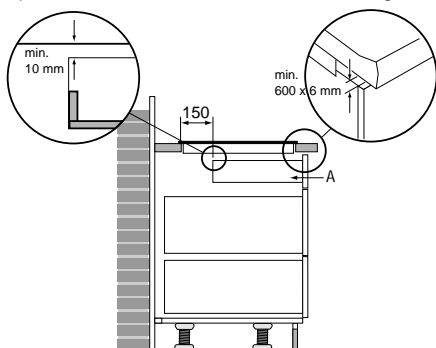

Fig. 3: Tiroir dessous de la table induction
- Avec un tiroir, il faudra effectuer à l'avant une fente d'au moins 600 x 6 mm (voir fig. 3).
- La distance entre le tiroir A et la plaque de cuisson doit être d'au moins 10 mm. Dans le cas d'un panneau fixe, aucune aération supplémentaire n'est nécessaire (voir fig. 3).
Vérifier que le câbles de raccordement pendent librement. Si un tiroir se trouve sous la surface de cuisson à induction, veiller à ce que la distance entre la partie supérieure du tiroir et la plaque de cuisson soit de 1 cm au moins (voir fig. 3).